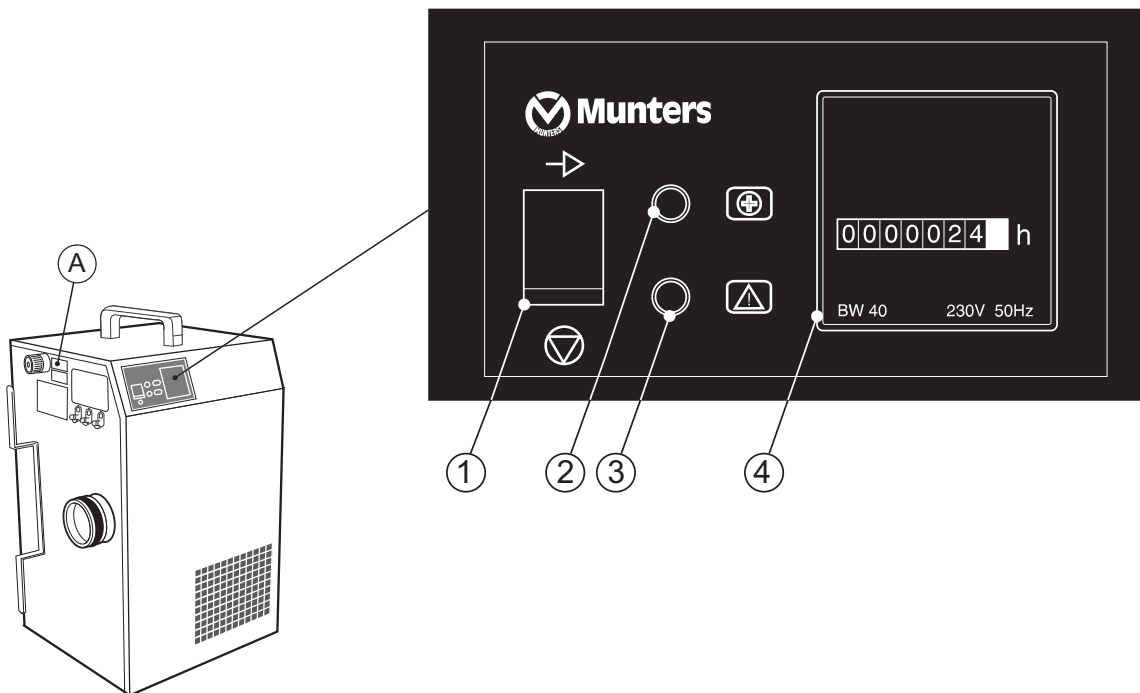

Figura 3.9 Funciones del panel de control y posición del conmutador de modo.
1. Cambie el conmutador de modo a la posición **MAN** y el interruptor de red, a la posición \rightarrow . El deshumidificador se pondrá en funcionamiento (consulte *Figura 3.9*).